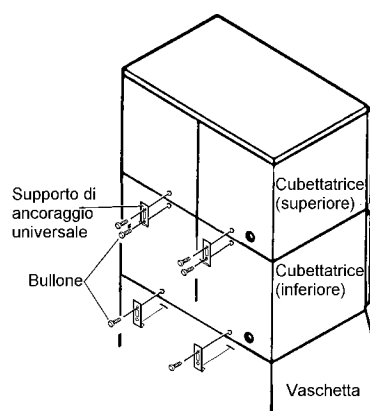

Fig. 4
- 5. SOVRAPPOSIZIONE DELLE DUE CUBETTATRICI - V. Fig. 4 e 5**